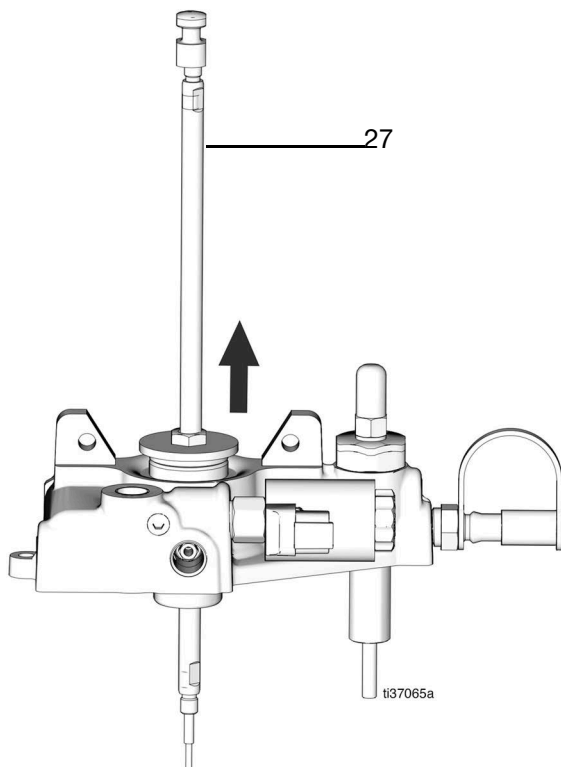

Рис. 46
29. Извлеките шток насоса (Рис. 46).